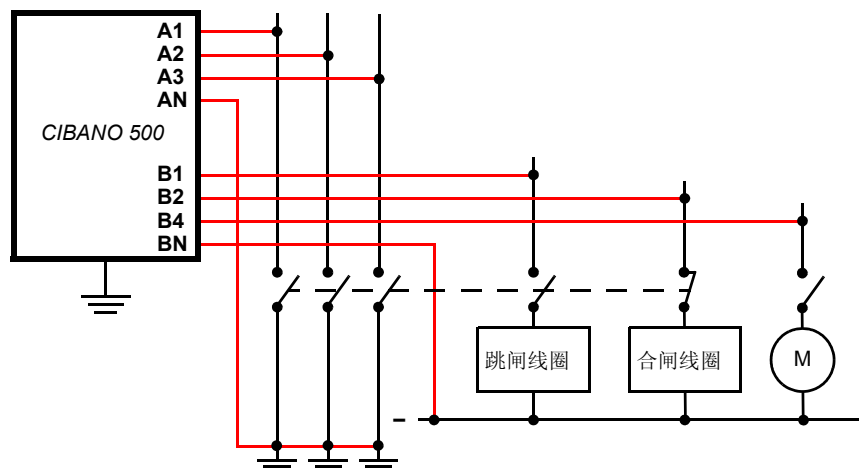

图 17-7：将 *CIBANO 500* 连接至断路器以执行时间测试
- ▶ 将 *CIBANO 500* 连接至断路器，如图 17-7：“将 *CIBANO 500* 连接至断路器以执行时间测试”所示。